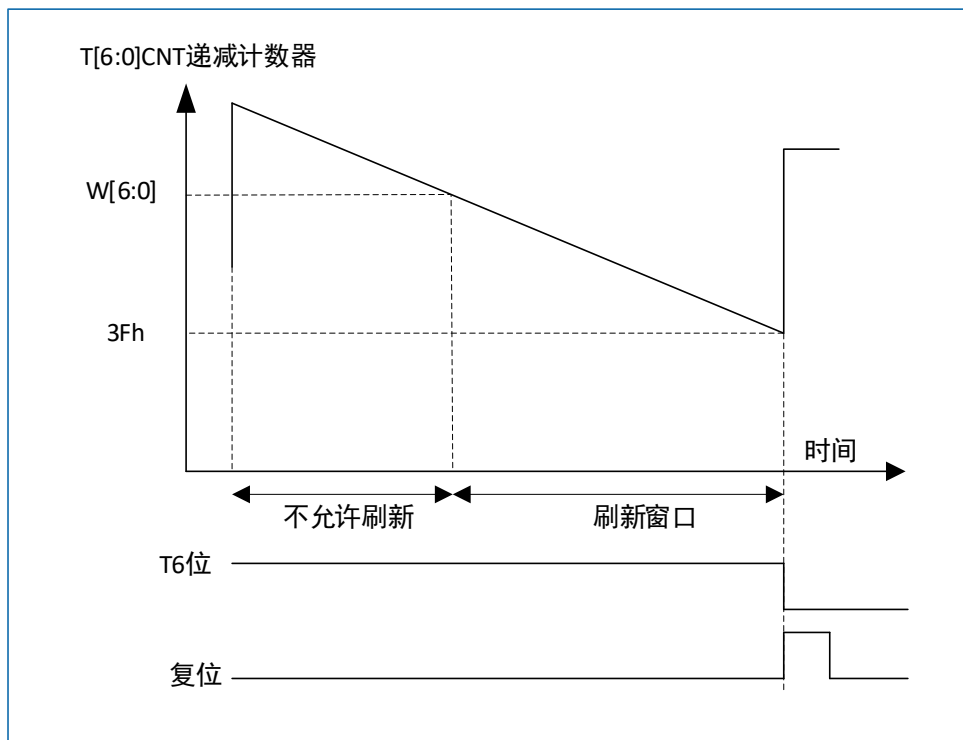

图 19-2 WWDG 时序图
- 当看门狗被启动后, 递减计数器在窗口外被重新装载。具体信息请参见: 图 19-2。
T[5:0]位包含了看门狗产生复位之前的计时数目；复位前的延时时间在一个最小值和一个最大值之间变化，这是因为写入 WWDG\_CR 寄存器时，预分频值是未知的。配置寄存器 (WWDG\_CFR) 中包含窗口的上限值：要避免产生复位，递减计数器必须在其值小于窗口寄存器 WWDG\_CFR.W[6:0]的数值并且大于 0x3F 时被重新装载，图 19-2 描述了窗口寄存器的工作过程。另一个重装载计数器的方法是利用提前唤醒中断 (EWI)。设置 WWDG\_CFR 寄存器中的 EWI 位开启该中断。当递减计数器到达 0x40 时，则产生此中断，相应的中断服务程序 (ISR) 可以用来加载计数器以防止 WWDG 复位。在 WWDG\_SR 寄存器中写'0'可以清除该中断。
可以使用图 19-2 提供的公式计算窗口看门狗的超时时间。